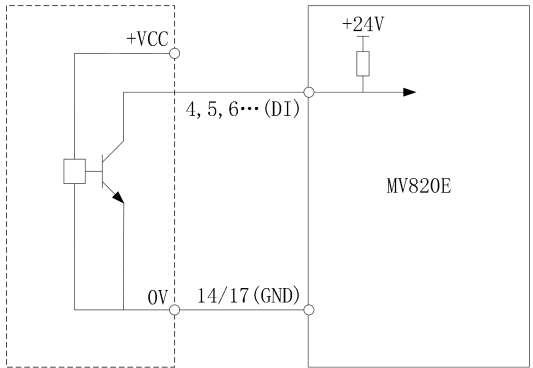

图 4-17 外部控制器为 NPN 连接方式
② 外部控制器为 NPN 型的共发射极输出，接线方式如图 4-17 所示。